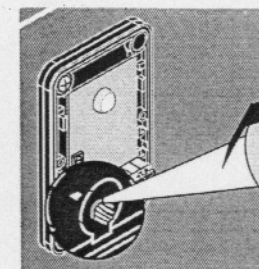

Fig. 12 / Bild. 12
Den Sender derart mit dem Empfänger ausrichten dass ein Strahlenbündel gebildet wird. Die rote Led LR wird gelöscht (Bild. 12).
- Die grüne Led schaltet sich ein, wenn der Empfänger Stromversorgt wird (Bild. 12).
- Die rote Led schaltet sich ein, wenn Sender und Empfänger nicht korrekt ausgerichtet sind (Bild. 12).
- 8 - Applicare una goccia di silicone sul foro di ingresso cavi (Fig. 12)